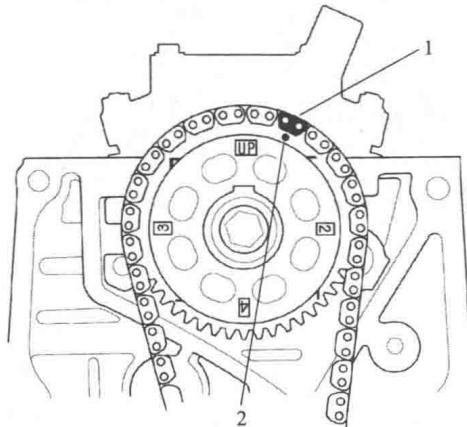

图 1-1-28
(4) 将凸轮轴链条安装在凸轮轴链轮上，使涂色的链节 1 与凸轮轴链轮上的标记 2 对准，如图 1-1-28 所示。